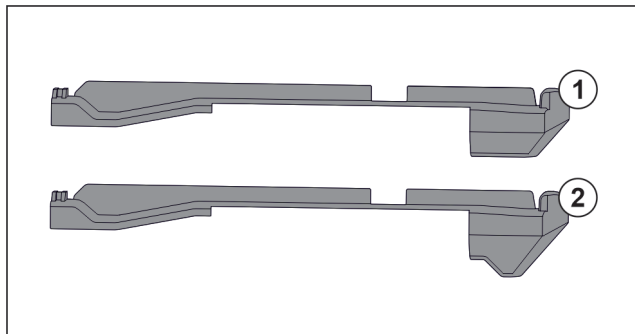

Fig. 217 Usporedba natičnih dijelova
U uređaju se nalaze dva različita natična dijela. Natični dio iznad najdonje ladice Fig. 217 (2) ima trokutasti rub. Svi drugi natični dijelovi Fig. 217 (1) imaju ravan rub.
- ▶ Postavite natični dio Fig. 217 (2) s trokutastim rubom iznad najdonje ladice.
- ▶ Postavite natični dio Fig. 217 (1) s ravnim rubom na svim drugim stranama.